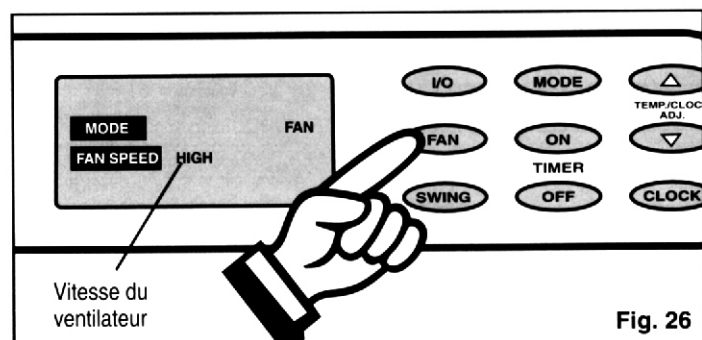

Fig. 26
- 3) Appuyez sur la touche **FAN** pour choisir la vitesse de ventilation de votre choix. *Fig. 26*. Votre sélection est indiquée sur l'**ACL**. Chaque appui sur la touche de ventilation change la vitesse (**High-Med-Low**).